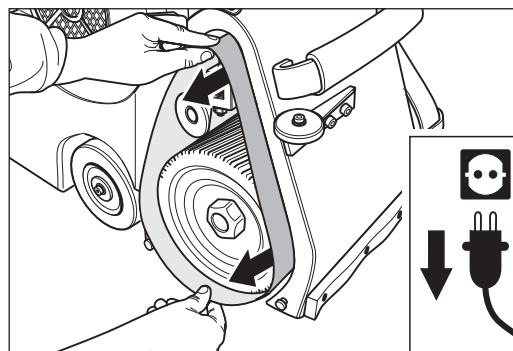

Abb. 28 Das Schleifband von den Walzen abnehmen.
- 5 Nehmen Sie das verschlissene Schleifband von den Walzen ab (Abb. 28).